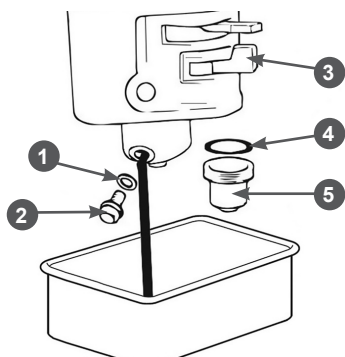

Рис. 31 Обслуживание карбюратора
1. Установите под карбюратор подходящую емкость (Рис. 31).
2. Установите рычаг топливного крана 3 в положение «ЗАКРЫТО» (Рис. 31).
3. Открутите болт 2 сливного отверстия и слейте топливо из поплавковой камеры карбюратора в приготовленную для этого ёмкость (Рис. 31).
4. Открутите стакан отстойника 5, вылейте из него топливо в заранее подготовленную емкость (Рис. 31).
5. Промойте стакан отстойника 5 (Рис. 31).
1. Слейте топливо из топливного бака и карбюратора (Рис. 31).